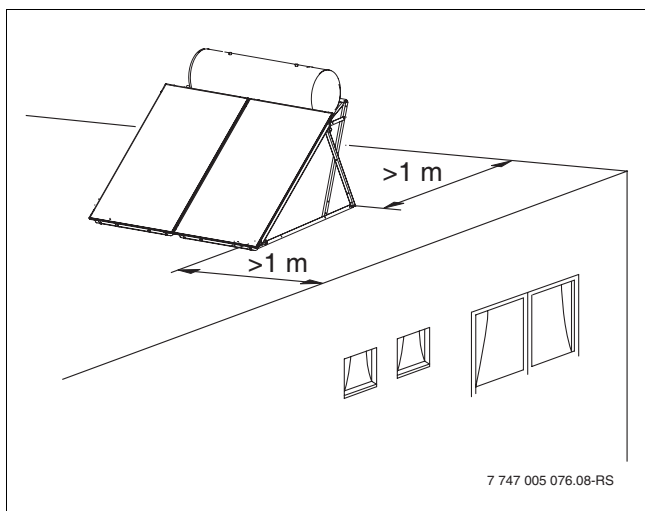

Fig. 8 Distancia desde el borde del tejado (aquí sistema de 300 l)
- ▶ Antes del montaje debe asegurarse que entre el soporte para cubierta plana y el borde del tejado haya un metro de distancia como mínimo (→ fig. 8).